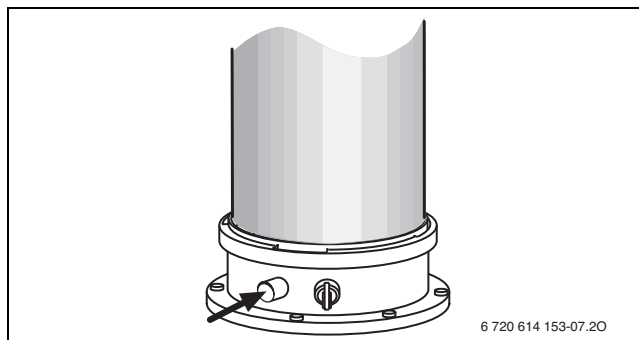

Fig. 43 Orificiu de măsurare a gazelor arse
- Deschideți șurubul micrometric pentru presiunea diferențială a vanei de gaz (→ Fig. 43).